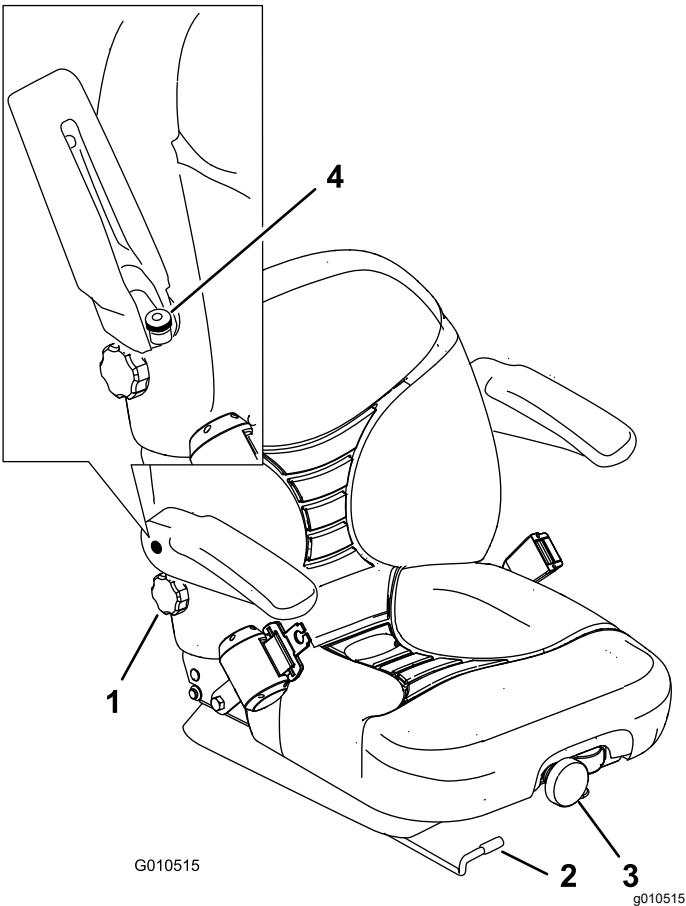

图 31
- 要调整座椅请横向移动控制杆打开座椅的锁定 (图 31)。
要调整座椅可向前方任一方向旋动旋钮以提供最佳的舒适性 (图 31)。
要调整座椅可向任一方向旋动旋钮在右侧扶手下方以提供最佳的舒适性 (图 31)。
提起扶手并向任一方向旋动旋钮以提供最佳的舒适性 (图 31)。